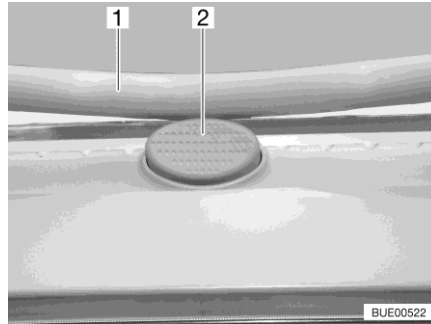

Fig. 27 Bouton de sécurité (lanterneau Heki)
- Appuyer sur le bouton de sécurité (Fig. 27,2) et tirer l'étrier (Fig. 27,1) vers le bas avec les deux mains.
- Pousser l'étrier vers le haut avec les deux mains jusqu'à ce que ce dernier se trouve au-dessus du bouton de sécurité (Fig. 27,2).